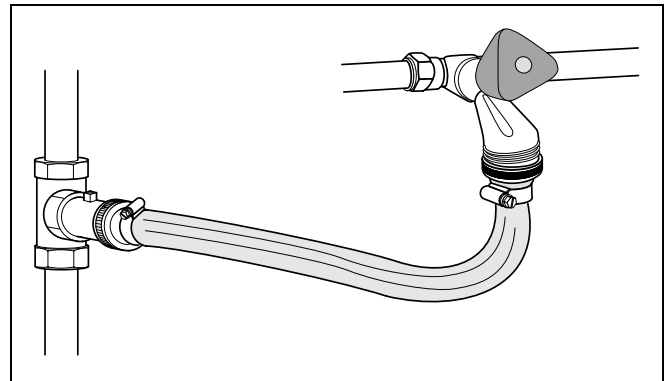

fig. 31 Cv-installatie vullen (voorbeeld met vulkraan)
- Sluit de slang aan op de vulkraan (→ fig. 31).